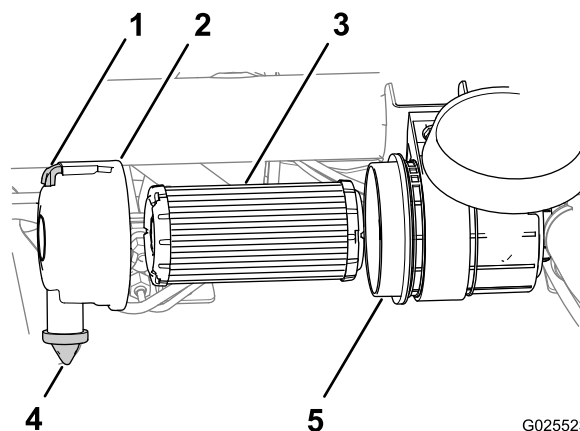

Figura 50
1. Tirate il fermo verso l'esterno e ruotate il coperchio del filtro dell'aria in senso antiorario (Figura 50).
3. Rimuovete il filtro dell'aria dalla scatola (Figura 50).